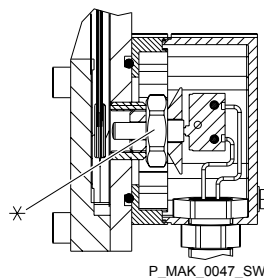

Fig. 26: Sección de la indicación de rotura de la membrana
9. Deje salir el aceite hidráulico de la unidad hidráulica exclusivamente por el tapón de vidrio acrílico (3) (consulte  en la página 44).
10. Extraiga del cabezal de disco (6) la cubierta protectora (5).
11. Vuelva a enroscar el tapón de vidrio acrílico (3), pero sin apretar demasiado.
12. Retire la tapa naranja de la indicación de rotura de la membrana con los tornillos (consulte Fig. 26).
13. Afloje las 6 tuercas (1) de la unidad de transporte (¿cubeta de aceite?).
28. Limpie externamente la válvula de aireación (5) con aire comprimido.
30. ➤ Enrosque la válvula de aireación (5).
31. ➤ Acople la manguera de aireación (4).
34. ➤ Desenrosque unas vueltas el sensor de rotura de la membrana (consulte Fig. 26).